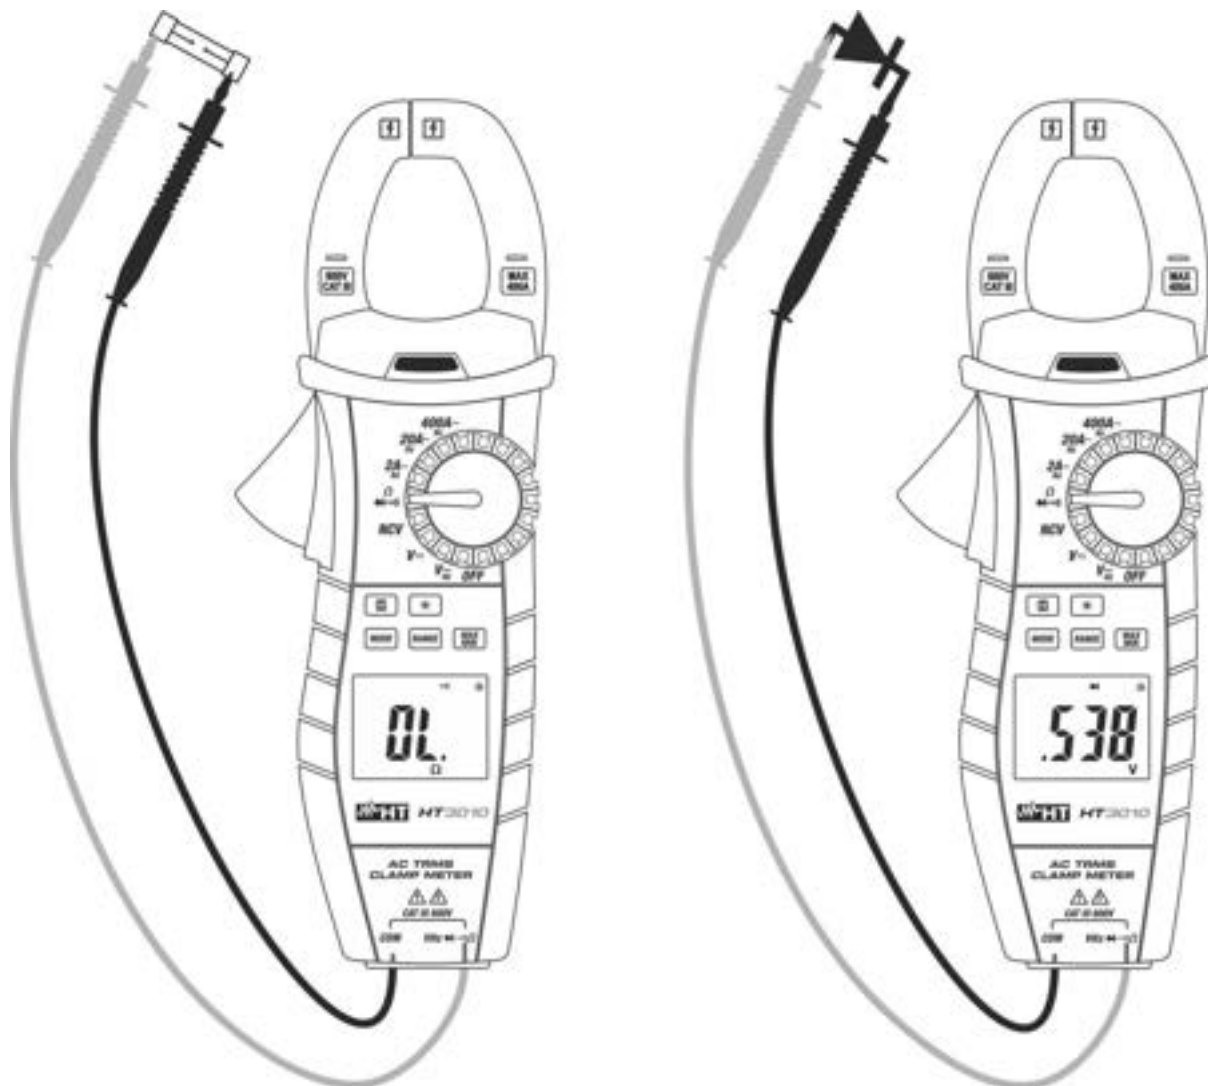

Fig. 7: Uso dello strumento per Test Continuità e Prova Diodi
3. Inserire il cavo rosso nel terminale di ingresso **VΩHz** e il cavo nero nel terminale di ingresso **COM** ed eseguire il test di continuità sull'oggetto in prova (vedere Fig. 7 – parte sinistra). Il cicalino emette un segnale acustico quando il valore della resistenza misurata è inferiore a 30Ω
5. Connettere il puntale rosso all'anodo del diodo e il puntale nero al catodo in caso di misura di polarizzazione diretta (vedere Fig. 7 – parte destra). Invertire la posizione dei puntali in caso di misura di polarizzazione inversa